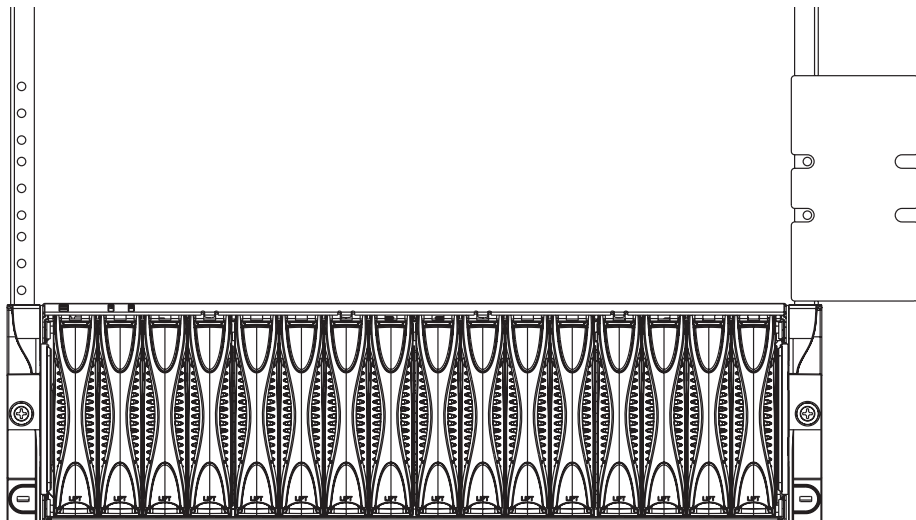

FIGURE 3-1 Utilisation du gabarit pour armoire
1. **Maintenez le gabarit contre l'armoire de manière à ce que sa partie inférieure se trouve juste au-dessus de la partie supérieure d'un système déjà installé dans l'armoire, ou au-dessus du fond de l'armoire (FIGURE 3-1).**